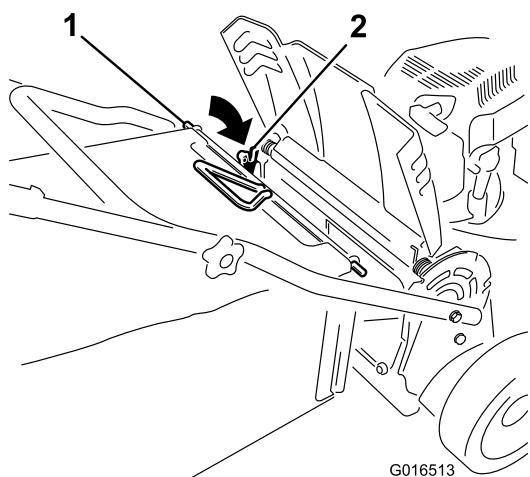

Bild 27
3. Setzen Sie die Fangkorbstange in die Kerben an der Unterseite des Holms ein und bewegen den Fangkorb nach vorne und hinten, um sicherzustellen, dass die Stange unten an beiden Kerben sitzt, siehe Bild 27.